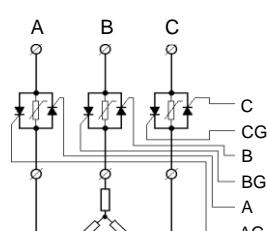
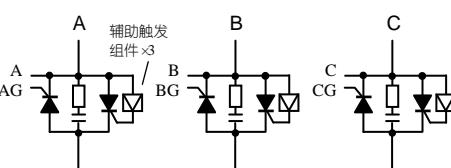

图 11: C2 型应用
图 12: C2 型应用
3. C2、C8 类型采用传统触发方式, 触发有极性且必须接同步信号线, 请严格参照前文图 11、图 12、图 15 相关接线图连接。